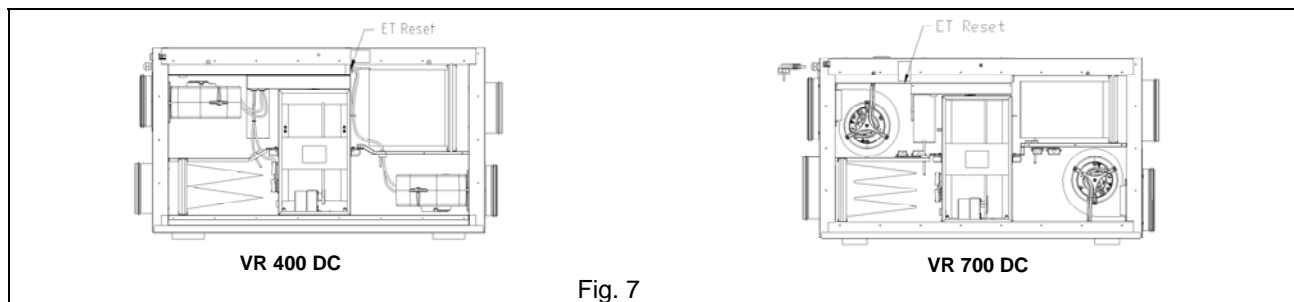

Fig. 7
## N FEILSØKING (Fig. 7)
- Kontroller om branntermostat er slått ut. Resettes med trykk på rød bryter "I" i aggregatet (fig 7).
**Em T J** = Utkoplet branntermostat. Reset med trykk på rød knapp i aggregat (fig. 7)
## S FELSÖKNING (Fig. 7)
- Kontrollera om brandtermostat har löst ut. Återställ genom att trycka in rød knapp "I" i aggregatet (fig 7).
**Em T J** = Urkopplad brandtermostat. Återställ med tryck på rød knapp i aggregat (fig. 7)
## **D** FEHLERSUCHE (Fig. 7)
- Prüfen Sie, ob der Brandschutzthermostat ausgelöst hat. Wenn ja drücken Sie Taste "I" im Gerät (fig 7).